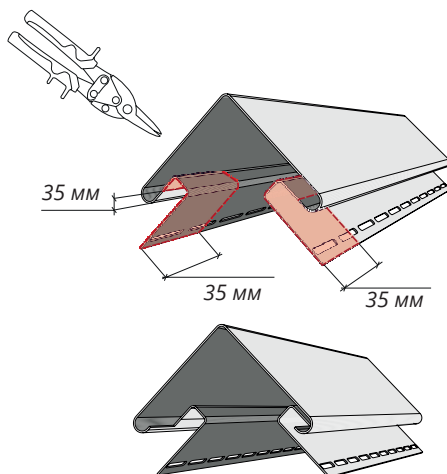
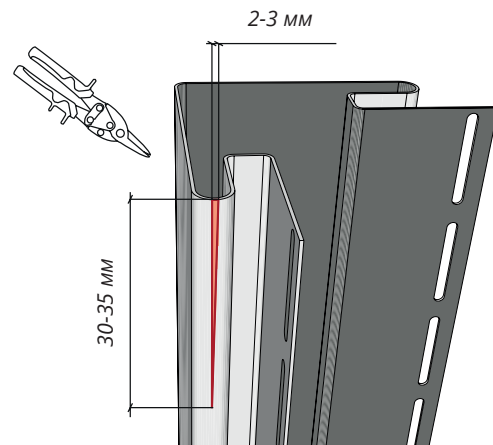
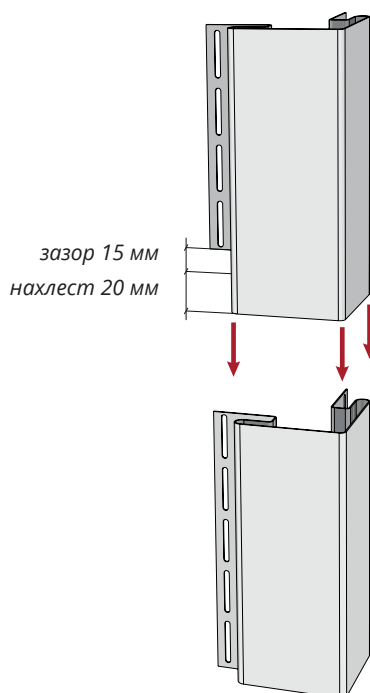
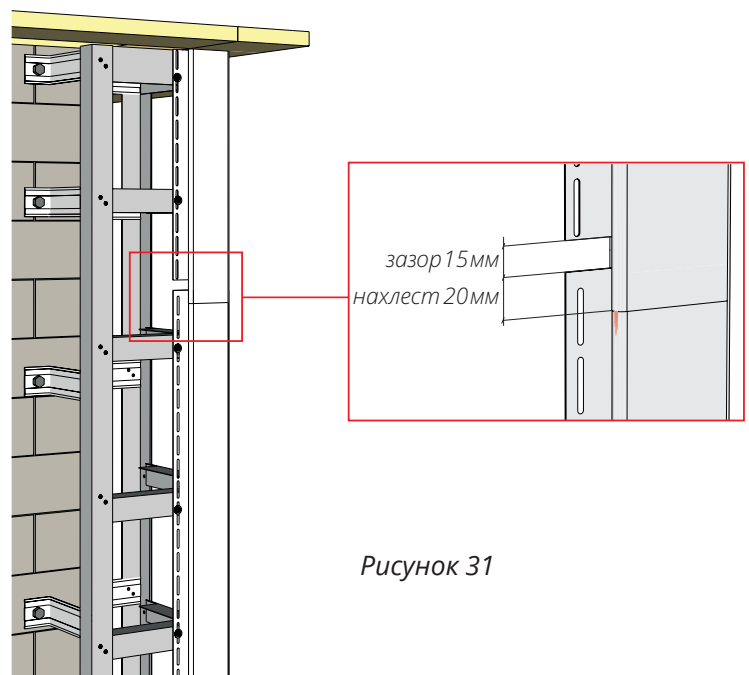

Рисунок 28
Рисунок 29
Рисунок 30
Рисунок 31
11.6 Если высота здания превышает 3 м, необходимо нарастить угол. Для этого срезаем верхнюю тыльную часть наращиваемого угла (рис. 28). В нижнем углу делаем вырез в виде треугольника на боковых ребрах согласно рис. 29. Вырез треугольника на боковых частях нижнего угла будет немного заметен, но уменьшит прогиб нижнего угла в соединении и позволит элементам оставаться более подвижными при тепловых расширениях и сжатиях. После монтажа возможен небольшой прогиб в нижнем углу в месте соединения. Производим монтаж согласно рис. 30, рис. 31, соблюдая общие правила монтажа.